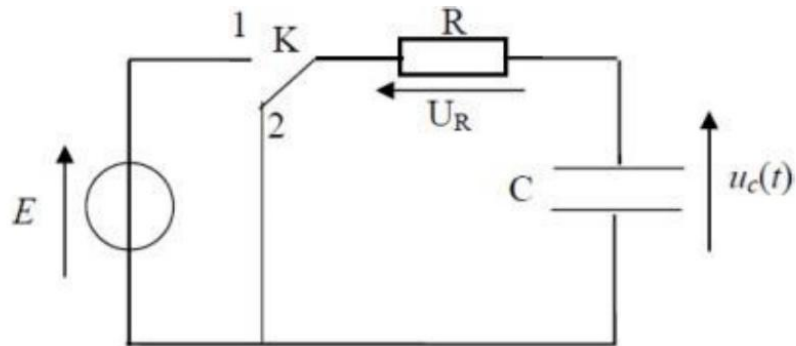

Figure 1
On réalise le circuit électrique schématisé sur la figure 1. Ce circuit comporte :
On réalise le circuit électrique schématisé sur la figure 1.
Un système d'acquisition informatisé permet de tracer les courbes (Γ_1) et (Γ_2) de la figure 2 représentant les tensions obtenues en utilisant les voies YA et YB (*fig. 1*). La droite (T) représente la tangente à la courbe (Γ_1) à $t = 0$.
- 3) **Montrer que** l'expression de l'intensité du courant juste après avoir placé l'interrupteur en position (1) est $i_0 = \frac{E}{R+r}$